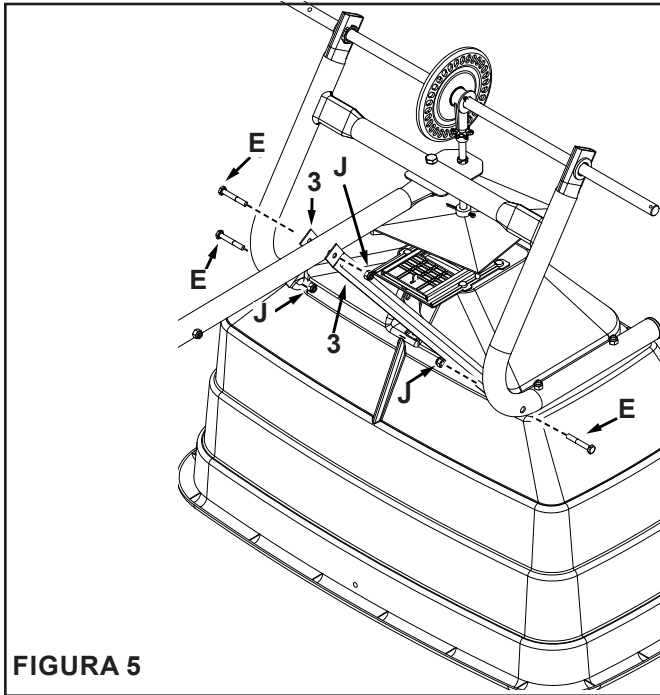

FIGURA 5
PASO 5: (VEA LA FIGURA 5)
- Fije los refuerzos del enganche (3) al bastidor usando dos pernos de 1/4" x 1-3/4" (E) y tuercas de 1/4" (J). Fije los refuerzos del enganche al tubo de enganche usando un perno de 1/4" x 1-3/4" (E) y una tuerca de 1/4" (J). Vea la figura 5.